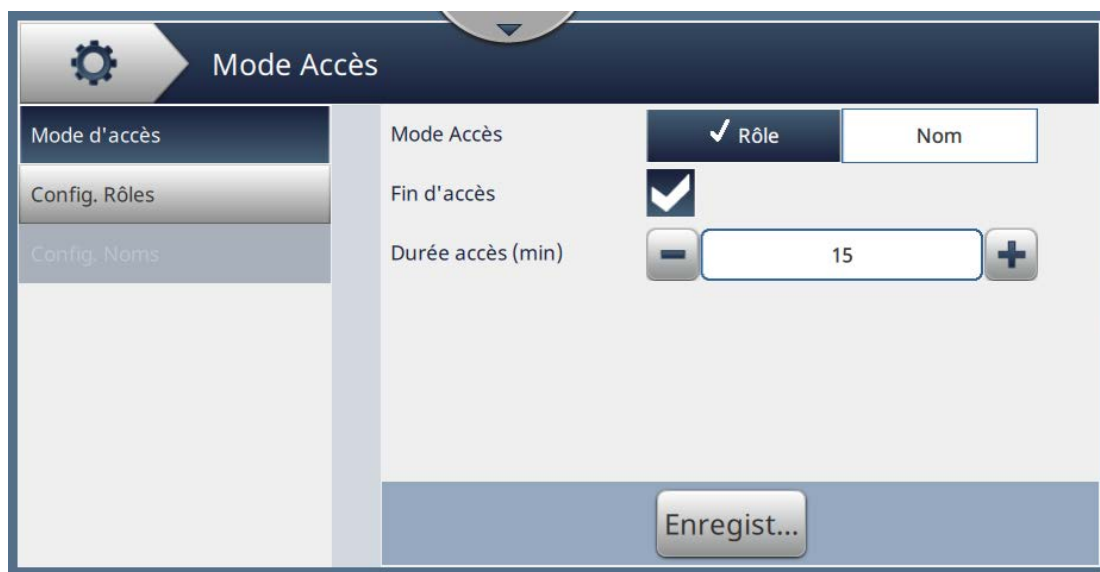

Figure 6-18 : Accès utilisateur
1. Appuyez sur le bouton  dans l'écran Outils. L'écran Accès utilisateur s'ouvre, tel qu'illustré dans la Figure 6-18.